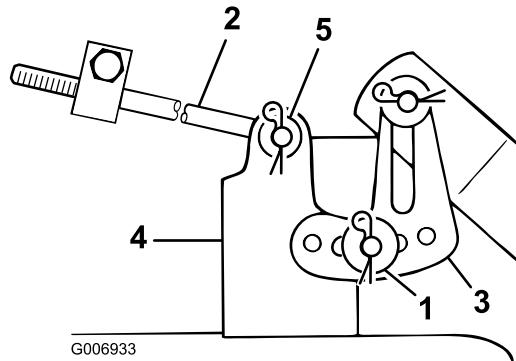

**Figure 42**
9. Retirez le ressort compensateur entre la patte de levage droite du plateau de coupe et le boulon de retenue (Figure 42).